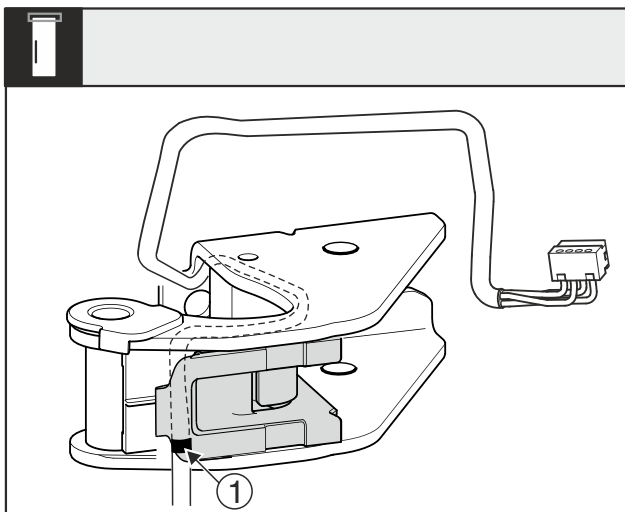

Fig. 18
- Mittlere Markierung Fig. 18 (1) muss dabei auf der Kante der Kabelhalterung liegen.